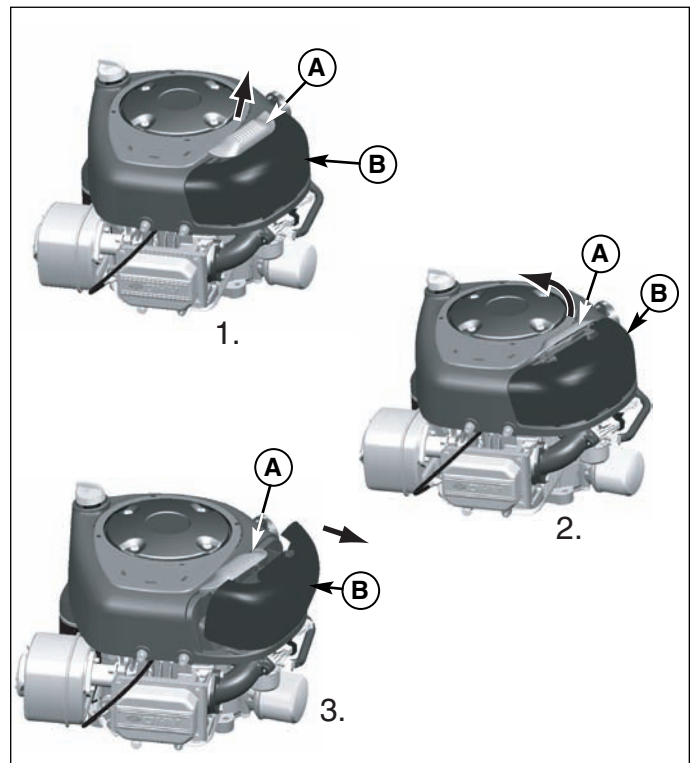
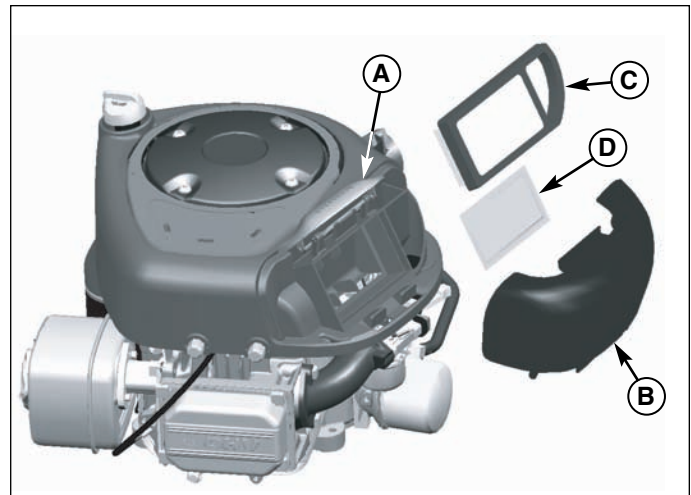

Figure 35. Système de filtrage d'air - modèles Briggs & Stratton mono-piston
Figure 37. Entretien du filtre à air - modèles Briggs & Stratton mono-piston
1. Soulever le verrou de filtre à air (A, Figure 35).
2. Tourner le verrou de filtre à air (A) vers l'intérieur.
3. Tirer le capot de filtre à air (B) vers l'extérieur pour le détacher.
4. Extraire le filtre à air (C, Figure 37) et le pré-dépoussiéreur (D), le cas échéant, du logement de soufflante.
5. Poser le pré-dépoussiéreur (D) avec le côté tamis vers le haut. Poser le filtre (C) comme sur l'illustration.
6. Poser le capot (B) en veillant à engager les languettes dans les rainures correspondantes. Fixer le verrou (A).